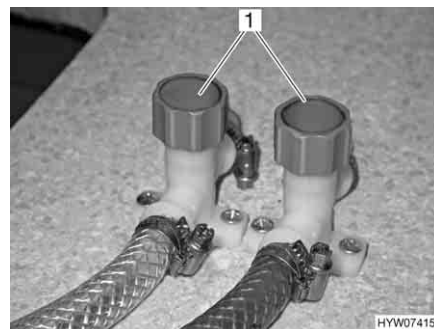

Fig. 203 Rubinetti di scarico sui modelli senza doppio fondo
- Chiudere i rubinetti di scarico. Chiudere i coperchi (Fig. 203,1 o Fig. 204,1) in senso orario oppure posizionare la leva a bilanciere in posizione orizzontale. L'ubicazione delle valvole di sicurezza/di scarico (Trumatic) e dei rubinetti di scarico è riportata nella tabella "Posizione dei rubinetti di scarico delle valvole di sicurezza/di scarico", alla fine di questo capitolo.